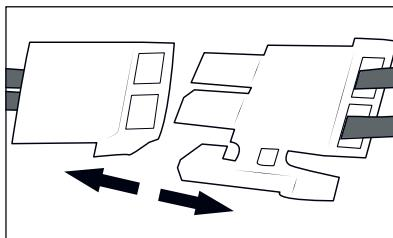

Rys. 16
- 1) Odkręć obie śruby osłony kieszeni akumulatora ⑥ (patrz rys. 16) na spodzie urządzenia za pomocą wkrętaka krzyżowego i wyjmij je z urządzenia. Zdejmij osłonę kieszeni akumulatora ⑦ z urządzenia.